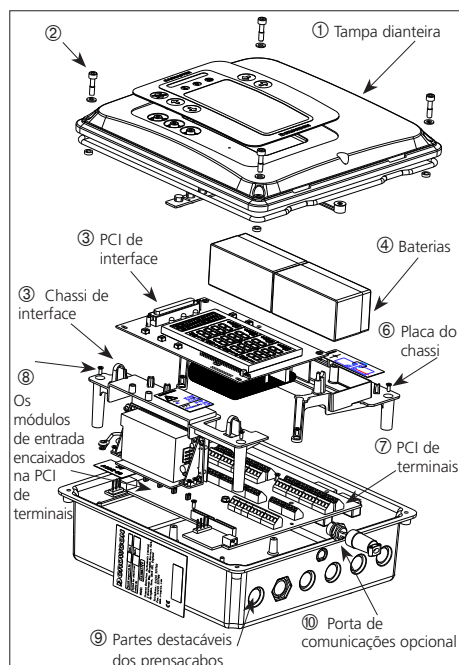
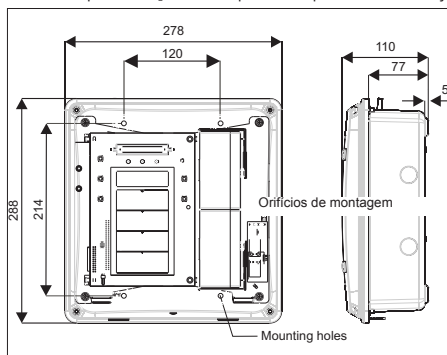

Figura 2.1 Vista explodida do Gasmaster
Figura 2.3 Vista dimensional do Gasmaster com indicação dos orifícios de montagem
A Figura 2.1 mostra a disposição interna de um sistema Gasmaster. A tampa dianteira ① é removida desapertando os quatro parafusos ② e desligando cuidadosamente o conector de dois polos do sinalizador sonoro da PCI de interface ③. A tampa dianteira pode ser suportada pelo estojo usando um dos parafusos de fixação ou pode ser totalmente removida e colocada em um local seguro. Dois chassis separados suportam a PCI de interface e as baterias que suportam a PCI de interface ③ e as baterias ④. A PCI de terminais ⑦ contém os módulos de entrada e todos os terminais de entrada e saída. A PCI de interface ③ é conectada à PCI de terminais ⑦ através de um conector de cabo plano de 50 vias e tem uma dobradiça do lado esquerdo, de forma a poder ser deslocada para dar acesso aos terminais de entrada do detector. A maioria dos terminais fica acessível quando a PCI de interface é deslocada e as baterias são removidas. Se necessário, os dois chassis podem ser removidos para facilitar o acesso aos terminais. A fim de remover o chassis de interface, primeiro o conector de cabo plano da PCI de interface deve ser cuidadosamente desligado.
A Figura 2.3 fornece uma visão dimensional do Gasmaster. Para acessar os pontos de montagem, primeiro remova a tampa dianteira desaparafusando os fixadores marcados com Ⓜ na Figura 2.1. Remova cuidadosamente o conector do sinalizador sonoro